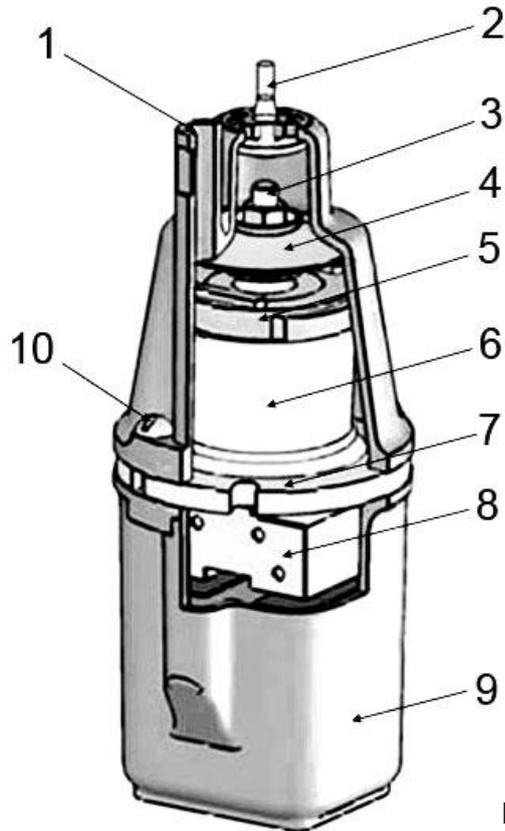

Рис. 1
- Конструкция корпуса электронасоса, в зависимости от модели, может незначительно отличаться от изображенной на рисунке (Рис.1).
- Присоедините к патрубку (1)(См. Рис.1) шланг подачи воды и закрепите его хомутом.